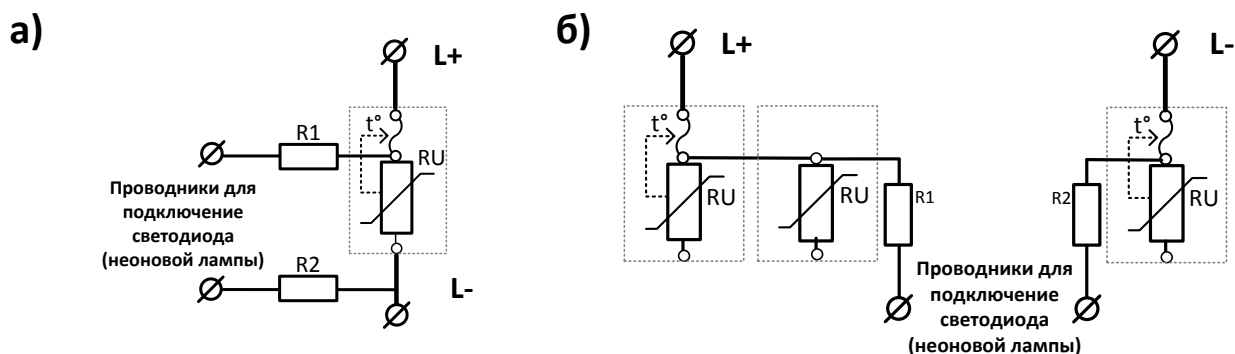

Рисунок 3. Электрические схемы выносной визуальной индикации состояния УЗИП OVP-m DC
2. Выносной визуальный контроль состояния УЗИП **OVP-m DC**. Схема системы контроля размещена в корпусе устройства, а для подключения к светодиоду или неоновой лампе дополнительно выводятся два проводника по 300 мм (см. рис. 3). Применяется для производителей, у которых возникает необходимость выведения индикации состояния УЗИП на панель оборудования (светильников, блоков, приборов и т.п.), в которое УЗИП